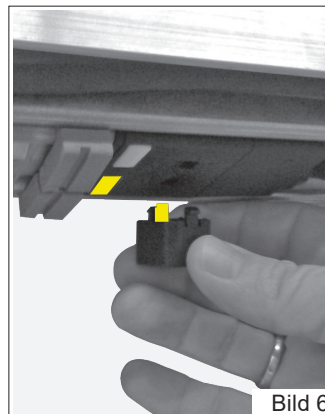

Bild 6
- 8.3.4 Sollte sich dabei der gesamte Auflaufschalter vom Motor lösen, diesen wieder richtig aufsetzen. Der orange Stift des Auflaufschalter muss auf der Seite der orangen Taste des Motors liegen (Bild 6).